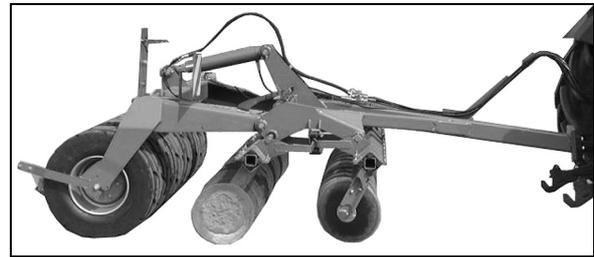

Fig. 28
- Beide Scheibenreihen komplett absenken (Fig. 28).